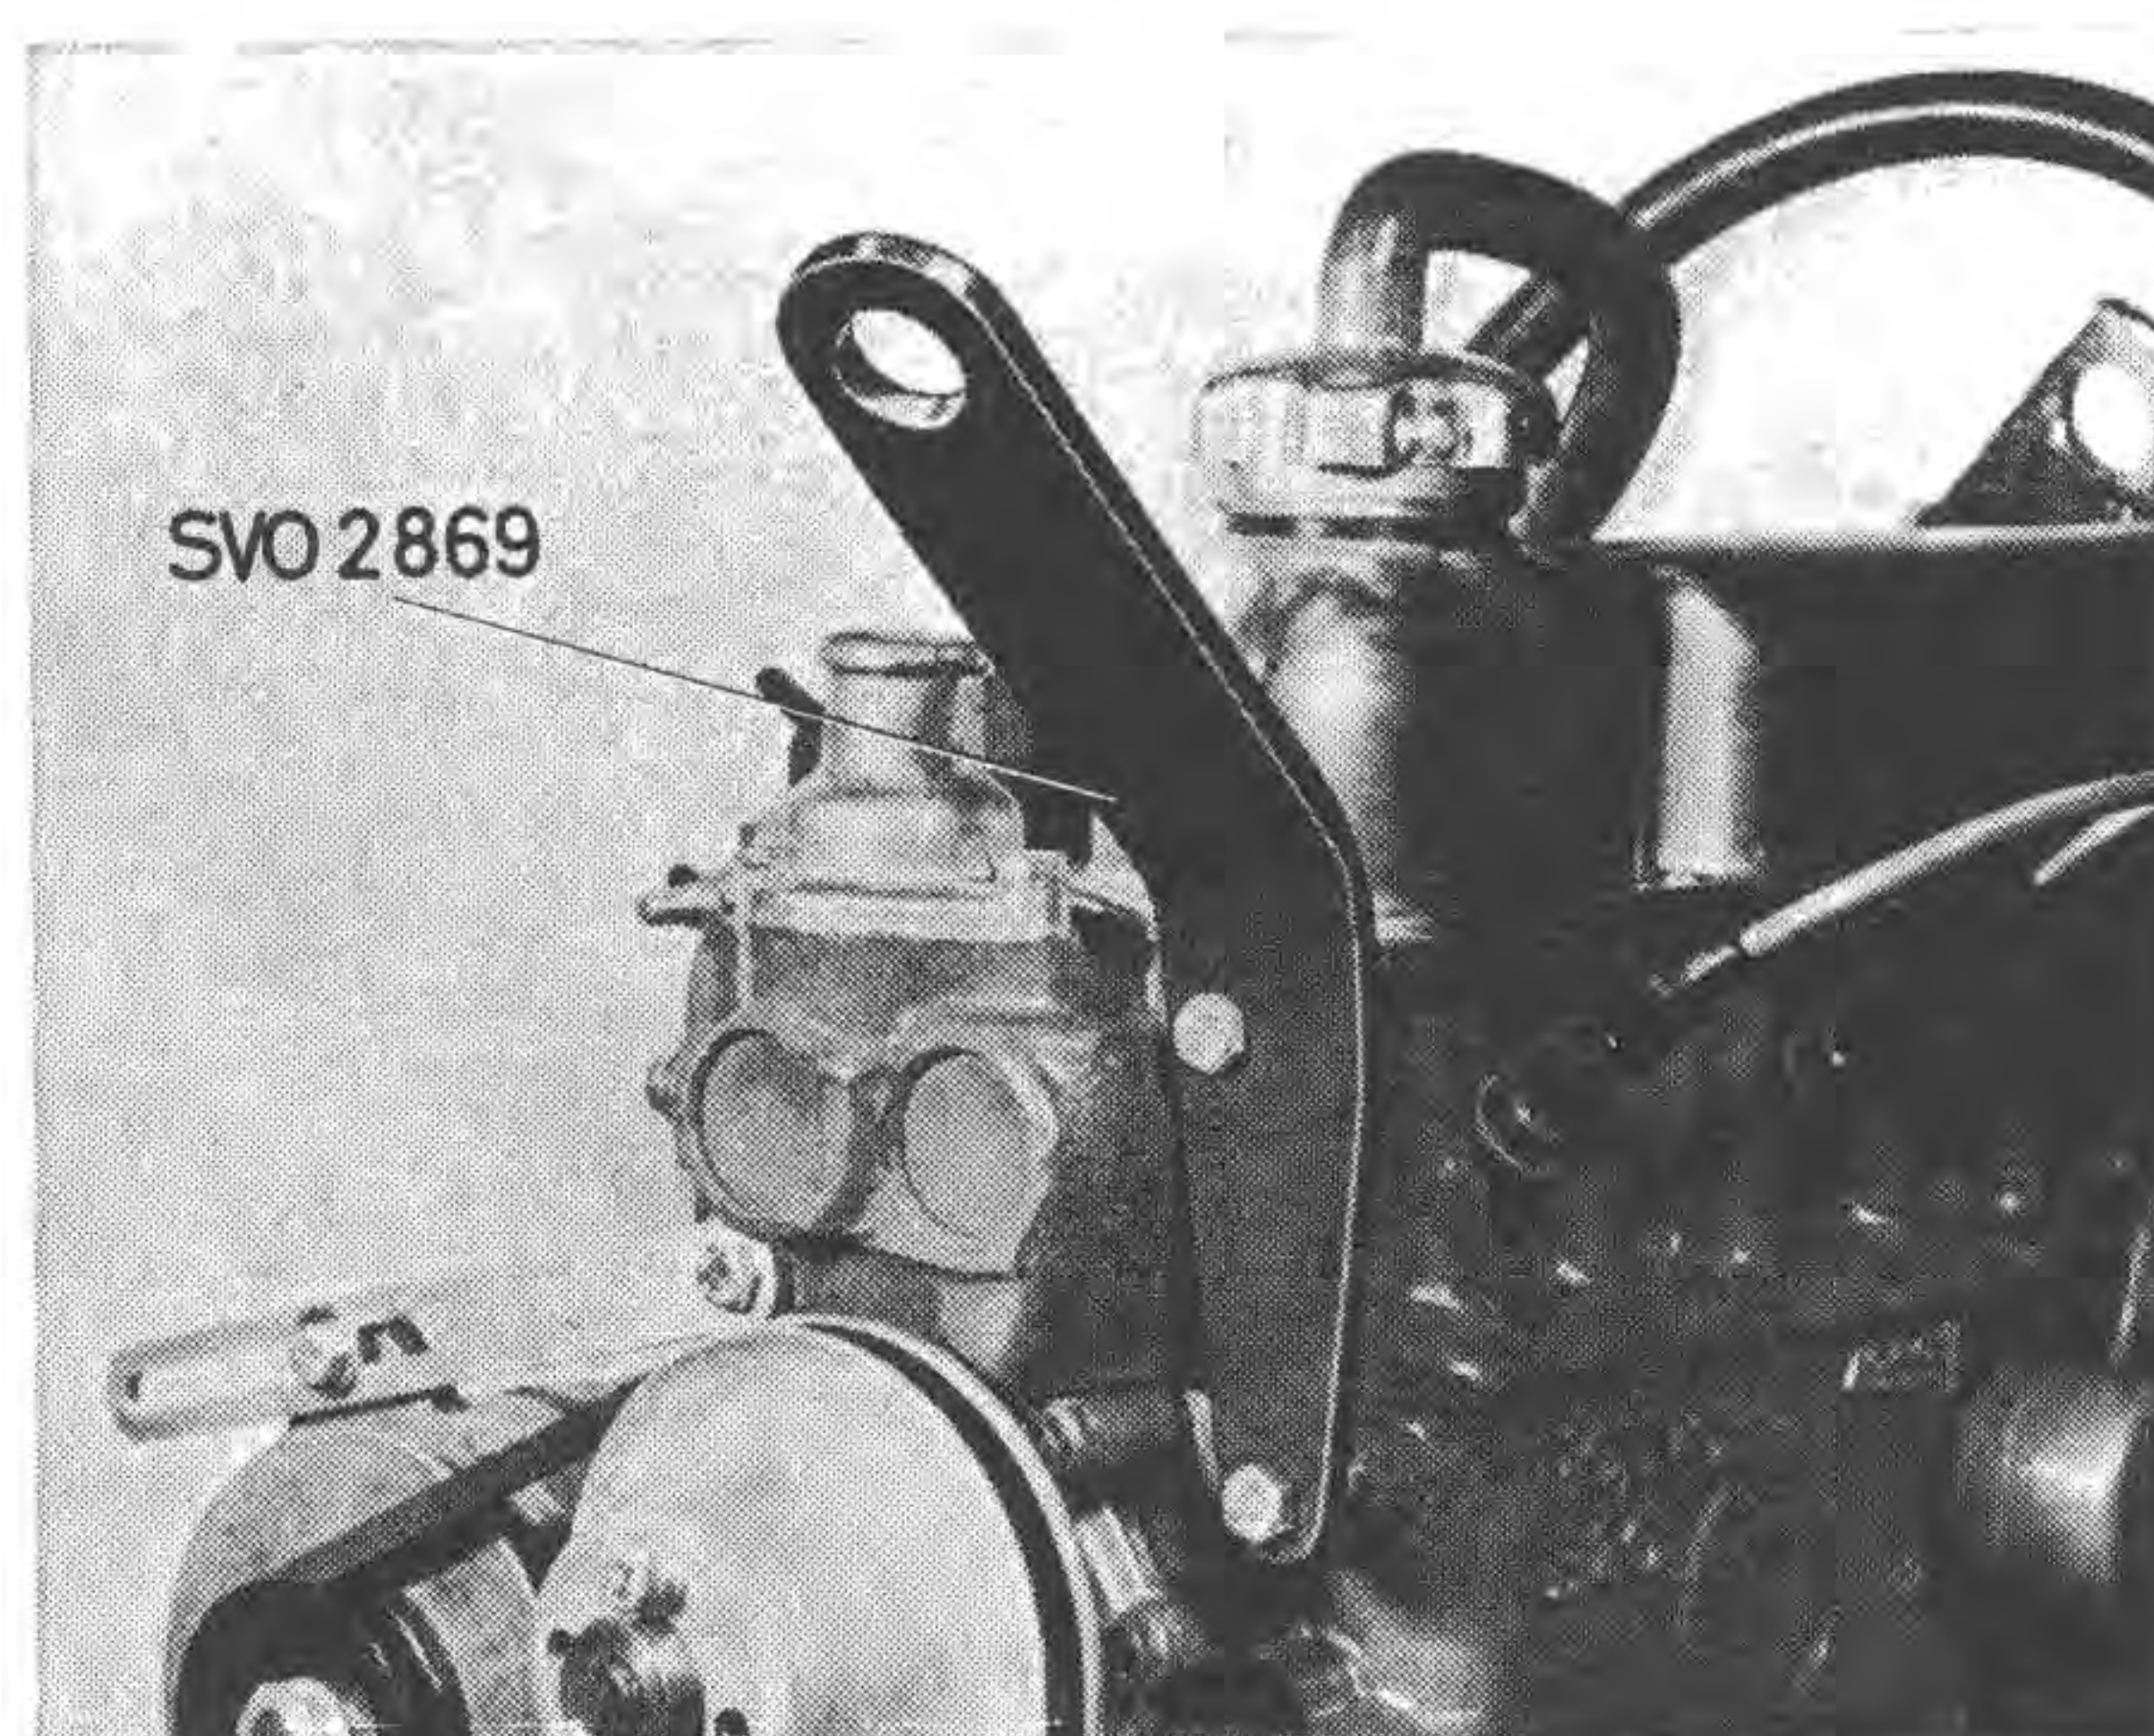

Bild 11. Montering av lyftöra 2869
11. **B 20:** Montera lyftöra 2869 och 2870 i motorns fram- resp. bakände, enligt bild 11 och 12.
17. Montera lyftöra 2870 och 2869 i motorns bakre resp. främre ände, se bild 11 och 12.
1. **B 20:** Montera lyftöra 2869 och 2870 i motorns fram- resp. bakände, enligt bild 11 och 12.